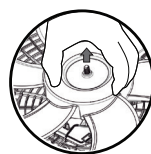

Figura 14
- Puxar a hélice do eixo do motor como mostrado na figura 14.